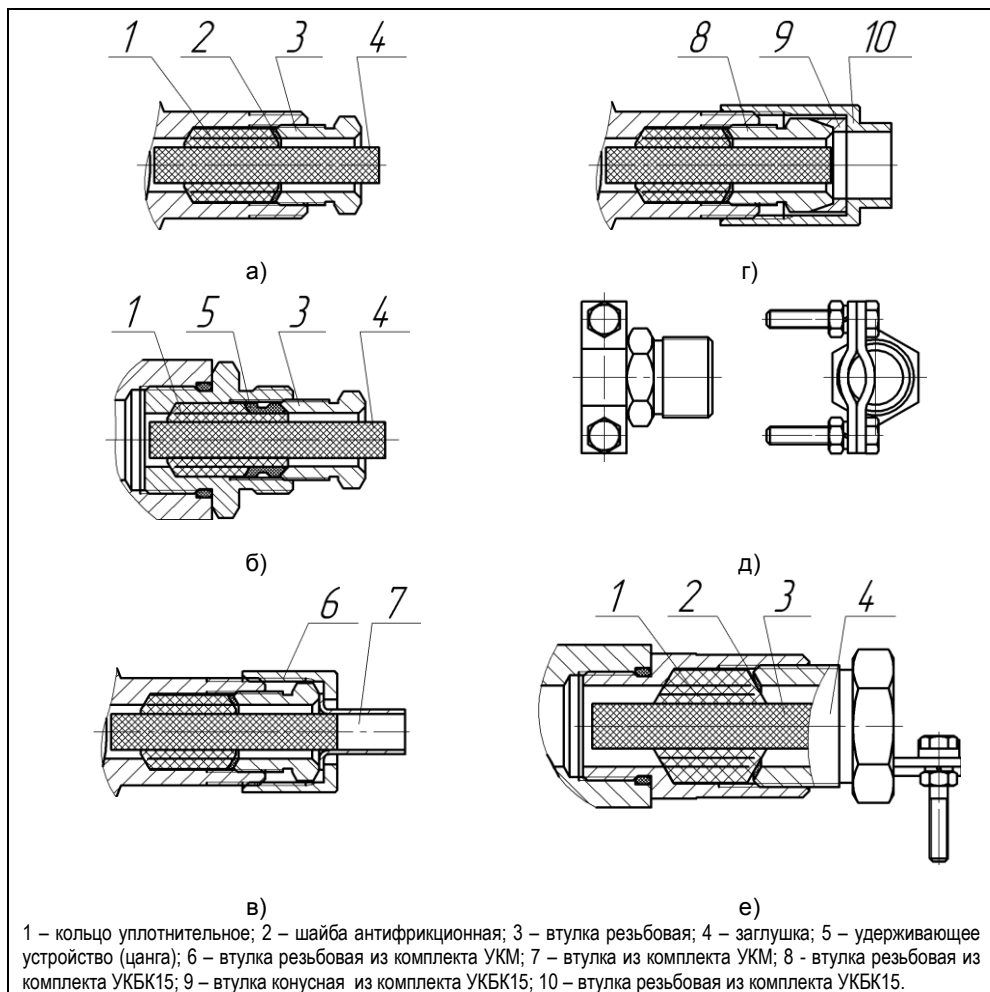

Рисунок 1.4 – Элементы кабельных вводов:
1.4.3 Корпус ПМП-185 изготавливается только с кабельными вводами **D12**. Корпус ПМП-185Л изготавливается с кабельными вводами **D12** и **D18** (рисунок 1.4).
Кабельные вводы **D12** корпуса ПМП-185 содержат (рисунок 1.4а): кольцо
Кабельные вводы **D12** корпуса ПМП-185Л (рисунок 1.4б) отличаются от соответствующих кабельных вводов корпуса ПМП-185 наличием удерживающего устройства – цанги 5, устанавливаемой вместо антифрикционной шайбы. Так же для более надежной фиксации кабеля и лучшей герметизации кабельного ввода изменена форма уплотнительного кольца 1. По заказу для кабельных вводов **D12** могут дополнительно устанавливаться следующие комплекты монтажных частей: **УКМ10**, **УКМ12**, **УКБК15**, **УК16**.
Комплект **УКБК15** (устройство крепления бронированного кабеля) состоит из втулки резьбовой 8, устанавливаемой взамен втулки 3, втулки конусной 9 и втулки резьбовой 10 (рисунок 1.4г). Фиксация брони кабеля осуществляется между втулками 8 и 9 при наворачивании втулки резьбовой 10. Комплект предназначен для крепления кабеля, металлорукава с наружным диаметром до 15 мм.
Комплект **УК16** (устройство крепления) состоит из втулки резьбовой с хомутом (рисунок 1.4д), устанавливаемой взамен втулки 3 и позволяет хомутом закреплять металлорукав или броню кабеля, а так же обеспечивать дополнительное крепление самого кабеля. Комплект предназначен для крепления бронированного кабеля с наружным диаметром до 15 мм.
Кабельные вводы **D18** корпуса ПМП-185Л, содержат (рисунок 1.4е): кольцо уплотнительное 1, шайбу антифрикционную 2, втулку резьбовую 3, резиновую заглушку 4.